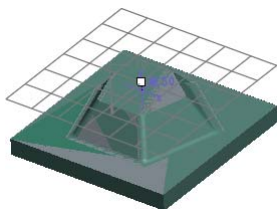

图 3.2.28 退刀平面
Step6. 退刀面的设置。在“操作”操控板中单击 **间隙** 按钮，在“间隙”界面中的 **类型** 下拉列表中选择 **平面** 选项，单击 **参考** 文本框，在模型树中选取坐标系 ACS0 为参考，在 **值** 文本框中输入数值 10.0，在 **公差** 文本框中输入加工的公差值 0.2，在图形区预览退刀平面，如图 3.2.28 所示。